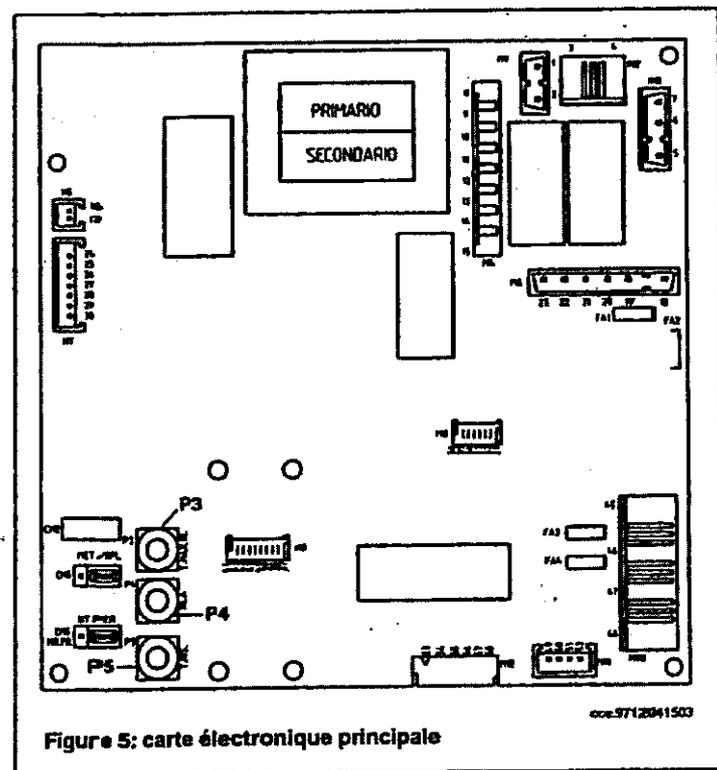

Figure 5: carte électronique principale
- Accéder à l'intérieur du boîtier électrique suivant ce qui est décrit dans le paragraphe 6.2: "Branchement électrique... Accès au boîtier électrique" et placer le cavalier du connecteur changement de gaz (situé sur la carte électronique principale) dans le secteur "MET" pour le gaz naturel ou dans le secteur "GPL" pour le gaz liquide (connecteur CM3 de la figure 5).
- A cette phase, il est possible de régler la valeur de pression, en accédant à l'intérieur du boîtier électrique comme décrit au paragraphe 6.2 et en opérant sur la vis du potentiomètre P4 RLA (Figure 5) située sur la carte électronique principale, jusqu'à atteindre la valeur d'allumage lent indiquée dans le tableau I en fonction du gaz et du modulateur de chaudière.
- Accéder à l'intérieur du boîtier électrique comme décrit au paragraphe 6.2: "Branchement électrique...Accès au boîtier électrique" et opérer sur la vis du potentiomètre T. MAX. RI. (Figure 5) située sur la carte électronique principale, jusqu'à atteindre la valeur de pression aux brûleurs indiquée dans les tableaux II en fonction de la puissance et du modèle de chaudière.